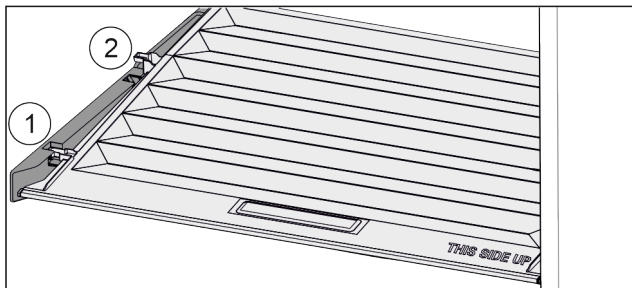

Fig. 31
- ▶ Издърпайте напред Fig. 31 (1) капака до отвора в задържащите части.
- ▶ Повдигнете го отзад отдолу и отстранете Fig. 31 (2) нагоре.